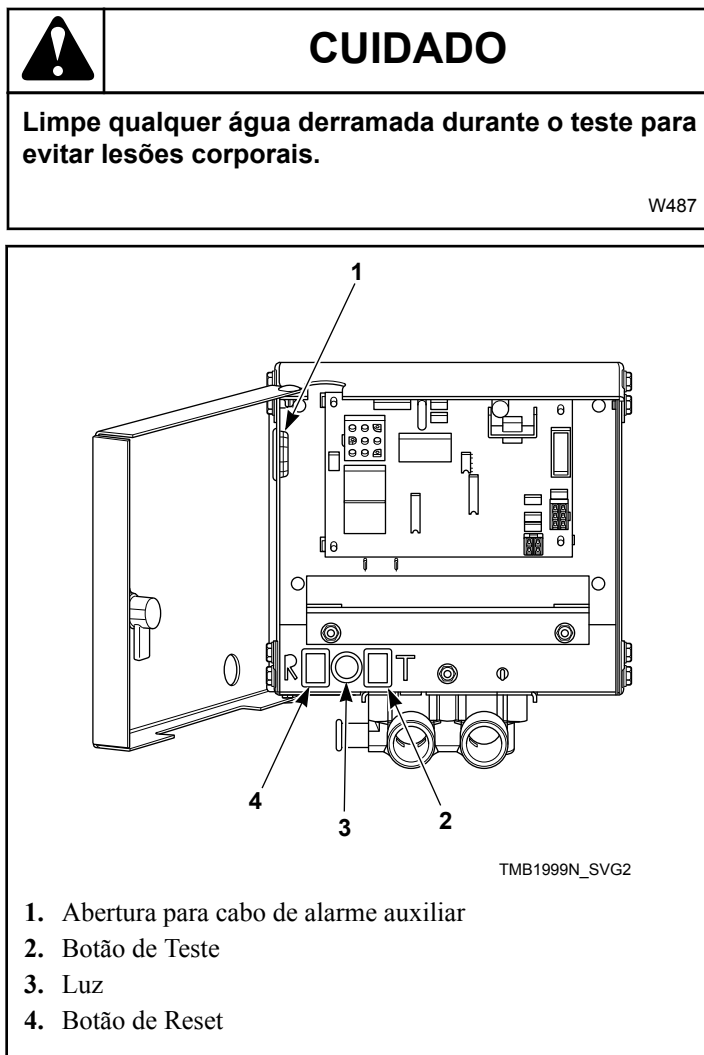
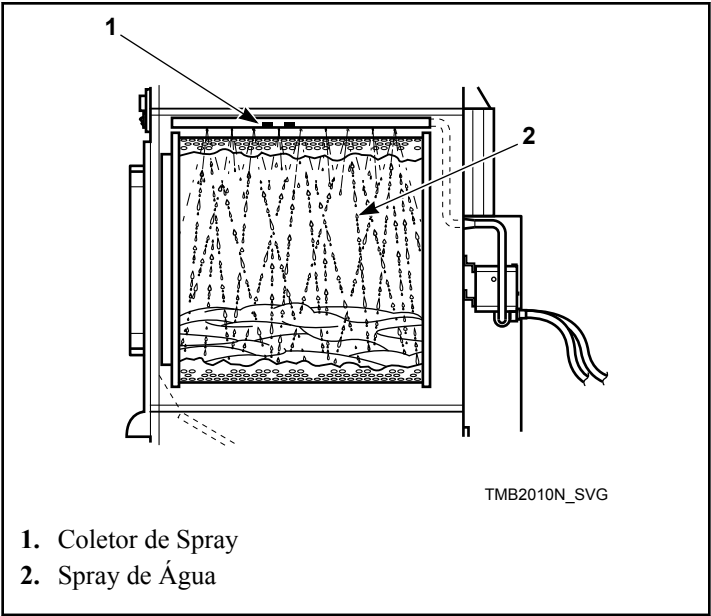

Figura 70
Figura 71
6. Aperte e segure o botão de teste, verifique se a luz está acesa; isso deve levar aproximadamente cinco segundos. Consulte *Figura 70* . Após uma pausa de um segundo, a água deve começar a ser borrifada no cilindro.
7. Após 15 segundos de spray de água, aperte e segure o botão de reset até o spray de água desligar e a luz apagar. Isso deve levar aproximadamente um segundo. Consulte a *Figura 70* e *Figura 71* .